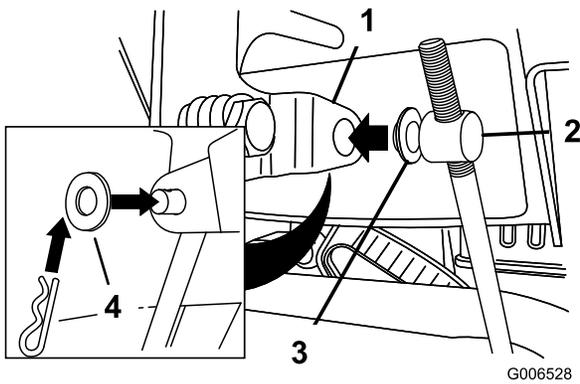

Bild 12
3. Entfernen Sie den Splint und die äußere Scheibe vom Drehzapfen am oberen Ende der Geschwindigkeitsschaltstange (Bild 12).
Hinweis: Lassen Sie die Flachscheibe auf dem Drehzapfen, um den Einbau zu vereinfachen (Bild 12).
6. Heben Sie die Geschwindigkeitsschalstange an und setzen Sie den Drehzapfen in das Loch im Geschwindigkeitsschalthebel (Bild 12).
- B. Schließen Sie den Drehzapfen vom Geschwindigkeitsschalthebel ab (Bild 12).
- C. Drehen Sie den Drehzapfen auf der Geschwindigkeitsschaltstange nach unten (nach rechts) (Bild 12).
- D. Schließen Sie den Drehzapfen am Geschwindigkeitsschalthebel an (Bild 12).
- C. Drehen Sie den Drehzapfen an der Geschwindigkeitsschaltstange nach oben (nach links) (Bild 12).